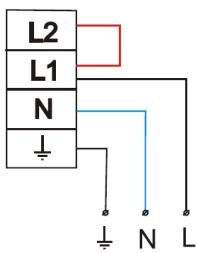

Рис.1
- 3.3 Присоедините сетевые провода и провод заземления (сечение провода - от 1,0 мм2 до 2,5 мм2) к клеммной колодке: L1 - постоянная фаза, N - нейтраль, заземление - к соответствующей клемме колодки (см. рис. 1).